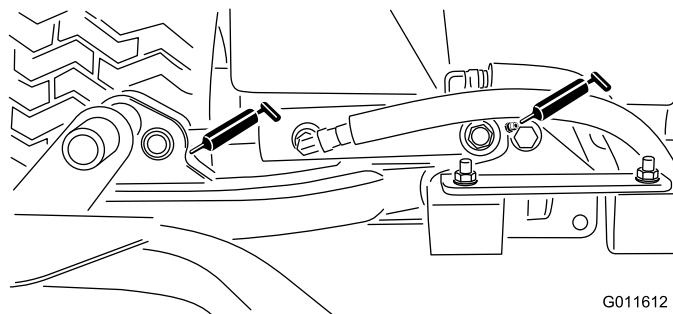

Figura 30
- Cilindri del braccio di sollevamento degli apparati di taglio (2 ciascuno) – Figura 30
- Perni orientabili del braccio di sollevamento (1 ciascuno) – Figura 30